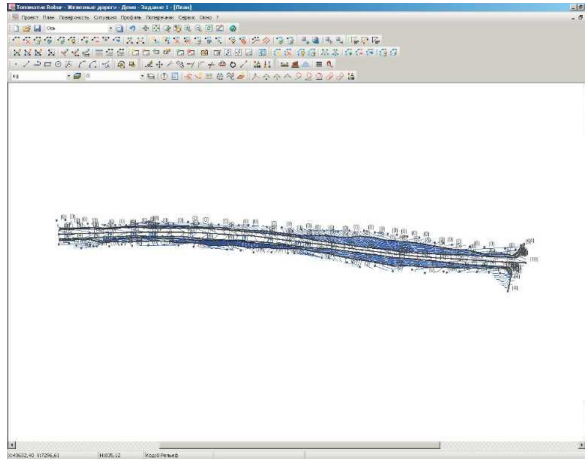

Рис.4. Цифровая модель рельефа
8. Получить выходную документации: чертеж поверхности, на котором должны быть показаны точки, номера точек, отметки, горизонтали и структурные линии; поверхность 3-d, сечение рельефа в формате dxf (рис.4).